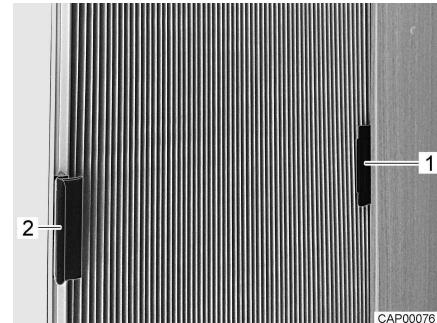

Fig. 25 Tendina oscurante pieghevole per il finestrino laterale (chiusa)
- Tirare la maniglia della tendina oscurante pieghevole (Fig. 25,1) per chiuderla.
- Spingere la tendina oscurante pieghevole dalla maniglia (Fig. 25,1) dentro il sopralzo (Fig. 25,2).